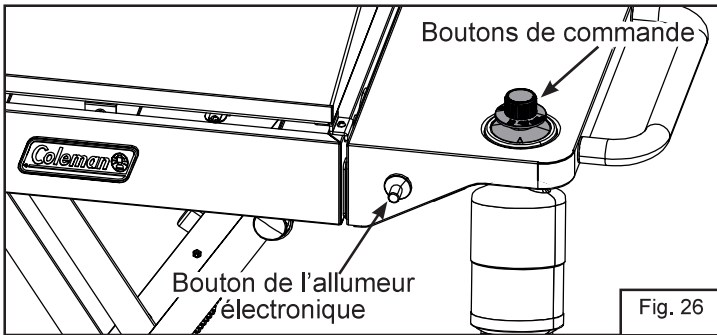

Fig. 26
1. Appuyez et tournez le bouton de commande à 90 degrés dans le sens anti-horaire pour ouvrir, puis appuyez à répétition sur le bouton d'allumage jusqu'à ce que le brûleur s'allume. (Fig. 26)